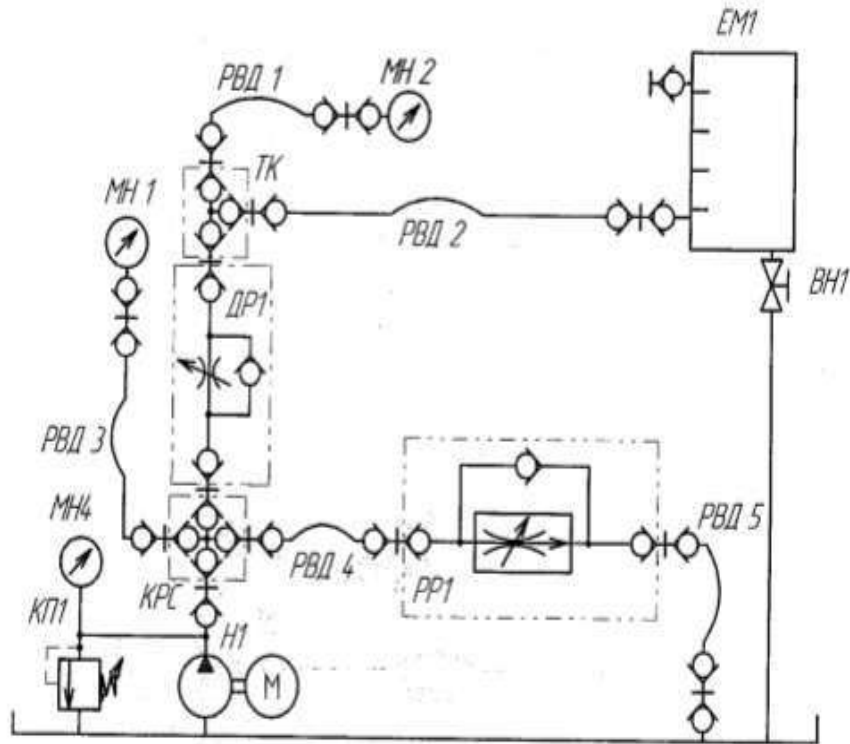

Рисунок 9– схема гидравлическая
Собрать гидравлическую схему по рис.9, открыть кран ВН1. Открыть дроссель ДР1, открыть регулятор расхода РР1.
1. Выполнить чертеж схемы рис.9 и проставить буквенно-цифровое обозначение.
2. Составить схему потоков для рис. 9.
4. Подобрать дроссель и регулятор расхода для рис. 9.